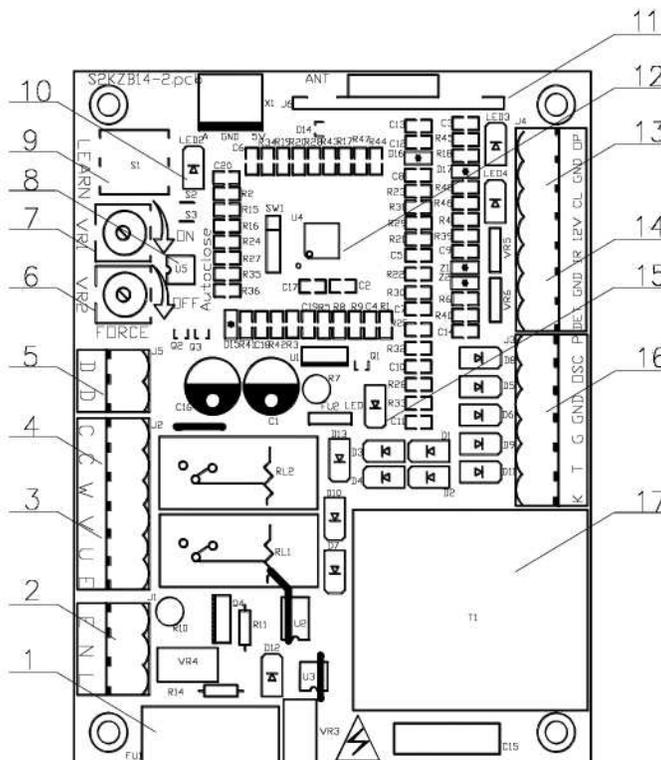

Fig.11
Asegúrese de que el Operador Corredizo este Desconectado y sin Energía Eléctrica antes de realizar cualquier Conexión Eléctrica. Retire la Cubierta del Operador, Realice el Cableado tal y como se Muestra en la (Fig.11) y Vuelva a colocar la Cubierta del Operador Corredizo.
- **Agregar Transmisores Adicionales:** Presione el Botón "LEARN" Aproximadamente 1 Segundo Ver (Fig.11) Terminal 9 en Tableta Electrónica, Suelte el Botón Hasta que el "LED2" se Encienda, luego Presione el Mismo Botón del Transmisor que desea Utilizar Dos Veces, el "LED2" Parpadeará Varias Veces y luego se Apagará el Proceso de Aprendizaje, con esto ha Finalizado. Se Pueden Programar Hasta 40 Transmisores Remotos.
Función de Cierre Automático: Esta función Puede Seleccionarse para que la Puerta Permanezca Abierta durante Algunos Segundos antes de que se Cierre Automáticamente. El Tiempo de Cierre Automático se puede Ajustar Mediante un Interruptor DIP. Ver (Fig.11) Terminal 8.